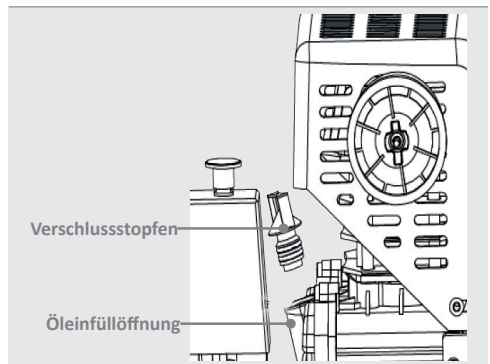

Abb. 4a: Öl auffüllen (Abb. modellabhängig)
2. Vor der ersten Inbetriebnahme muss die Transportkappe der **Öleinfüllöffnung** (siehe Abb.4a) entfernt werden. Verwenden Sie hierzu einen Schlitzschraubendreher.